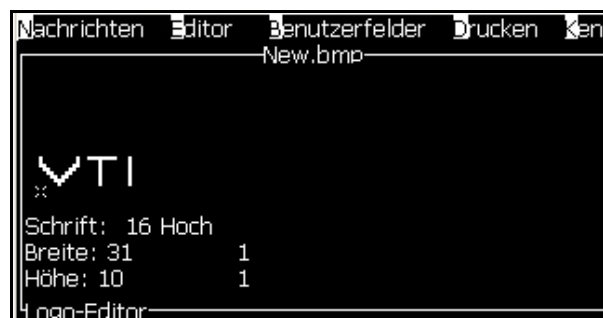

Abbildung 5-48: Logo auf dem Menübildschirm
- 10 Drücken Sie die Taste *Enter* und das Logo erscheint auf dem Menübildschirm (siehe Abbildung 5-48).